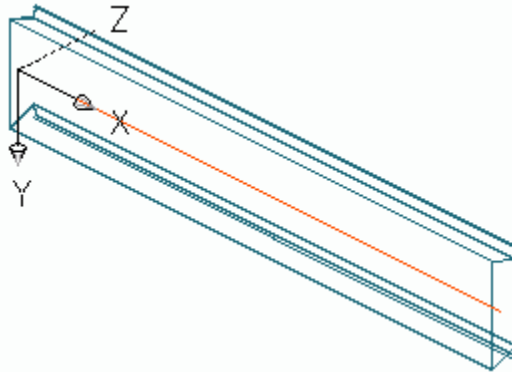

Abbildung 82: Krupp Kastenprofil
- Aktivieren Sie ein geeignetes BKS (siehe Abbildung 82)